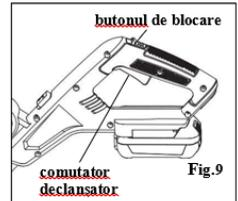

Fig.9
- Aby uruchomić trymer, naciśnij przycisk blokady i jednocześnie naciśnij spust. (Patrz rysunek 9)